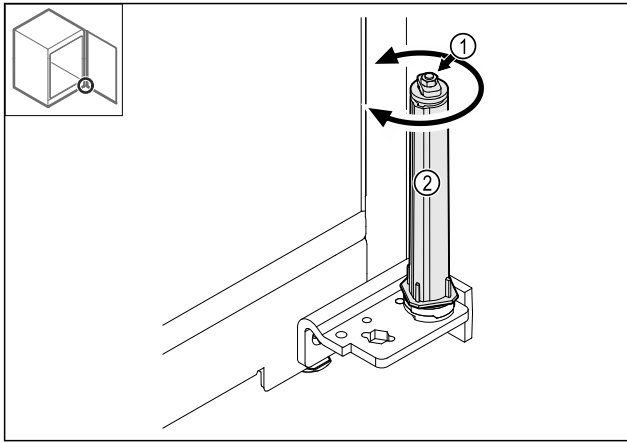

Fig. 37
- No desmontar la unión atornillada Fig. 37 (1) del sistema de cierre.
- Girar el sistema de cierre Fig. 37 (2) hasta que haga clic.